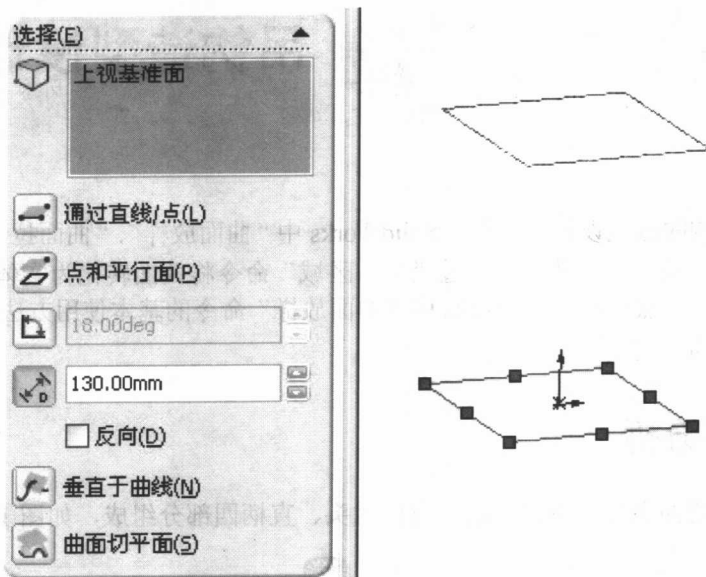

图 1-2 基准面 1
- ① 吊钩弯曲主体部分造型;
- ② 吊钩弯曲末端部分造型;
- ③ 吊钩弯曲封头部分造型;
- ④ 吊钩直柄部分造型;
- ⑤ 吊钩实体造型。
① 新建文件。单击标准工具栏中的  (新建) 工具,弹出“新建 SolidWorks 文件”对话框,选择“零件”选项,单击“确定”按钮。单击菜单栏中的“文件”→“另存为”命令,弹出“另存为”对话框,在“文件名”文本框中输入“吊钩.sldprt”,然后单击“保存”按钮。
② 创建基准面 1。单击参考几何体工具栏中的  (基准面) 工具, 创建等距平面, 在“基准面”属性管理器中, 选择上视基准面为“参考实体”, 设置“等距距离”为 130mm, 注意偏离方向, 如图 1-2 所示, 单击  (确定) 按钮。